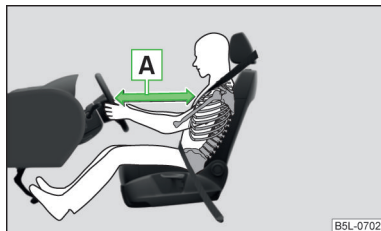

Fig. 10
- Det er vigtigt, at føreren og forsædepassageren holder en afstand på mindst 25 cm til henholdsvis rattet og instrumentpanelet » **Fig. 10 – A**. Hvis du ikke overholder denne afstand, kan airbagsystemet ikke beskytte dig – livsfare! Forsæderne skal altid være indstillet korrekt i forhold til kropens størrelse.